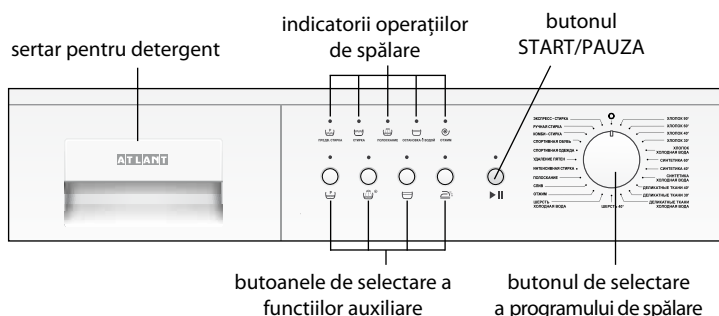

Figura 1 – Panoul de comanda
**1.1.1** Elementele de comandă a mașinii sunt prezentate în figura 1. Butonul de selectare a programului (în continuare numit – Selector) și denumirile butoanelor de comandă sunt prezentate în figurile 2 și 3.